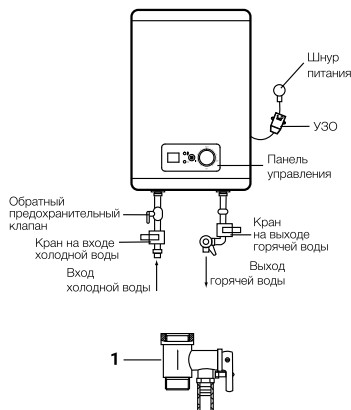

Рис. 1.
- Предохранительный обратный клапан следует устанавливать в месте входа холодной воды (см. рис. 1).